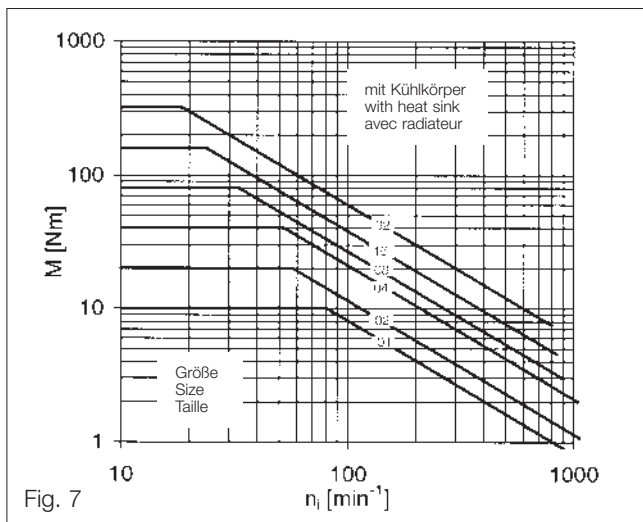

Fig. 7
$$n_{\max} \leq n_{\text{zul}} \quad - 14.502.01 \dots (04) \cong 3000 \text{ min}^{-1} / 14.512.01 \dots (32) \cong \text{Fig. 7 + 8}$$
( $M_{zul} \triangleq$  Fig. 7 + 8)
Die Diagramme Fig. 7 + 8 zeigen die für Magnetpulver-Bremsen max. zul. Bremsmomente in Abhängigkeit von der Drehzahl  $n_i$  des Sekundärbauteils.
The diagrams figs. 7 + 8 show the maximum permissible torques for magnetic particle brakes, depending on the secondary rotor speed  $n_i$ .